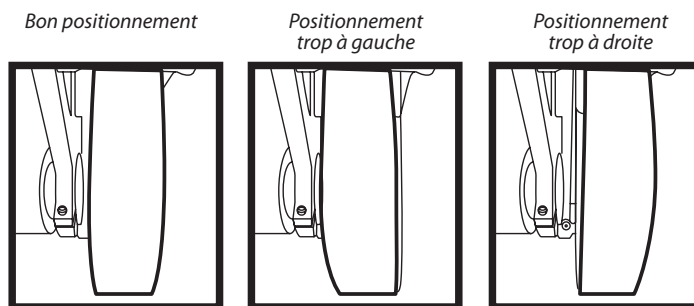
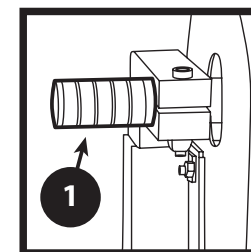

FIGURE 8A, B et C
FIGURE 9
2. Si la bande abrasive ne demeure pas au centre de la roue de contact pendant le mouvement de la bande (Figure 8A, B et C), utiliser le bouton d'ajustement de positionnement situé du côté supérieur gauche de la machine pour ajuster le positionnement de la bande au centre de la roue de contact. Tourner le bouton pour positionner la bande vers la gauche ou la droite. (Figure 9)
- Vérifier le bon positionnement de la courroie en tournant le bouton d'ajustement de positionnement. (Figure 9, p. 22) Si la courroie ne se positionne pas correctement pendant que la machine est en marche, il est possible que le boulon qui retient la pression contre le bouton de positionnement (Figure 12) soit lâche.